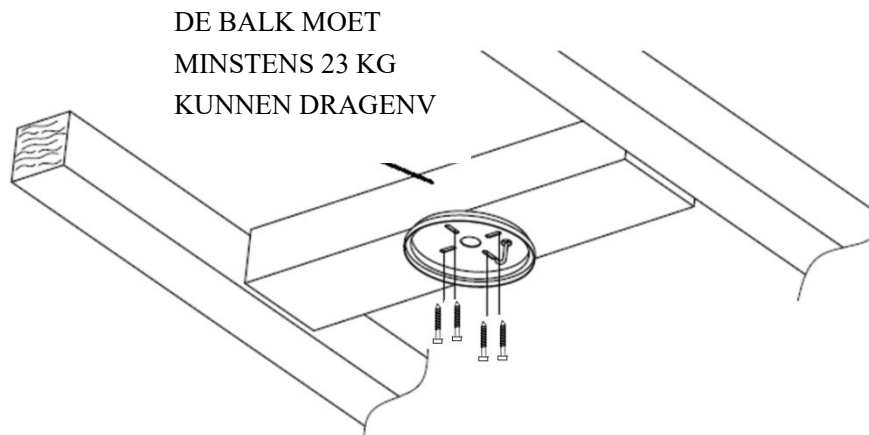

Fig. 2
- Installeer de ophangbeugel aan de plafondbalk of -constructie die minstens 23 kg kan dragen, met de 4 meegeleverde lange schroeven. Zorg ervoor dat ten minste 30 mm van de schroef in de steun zit. (Fig. 2)